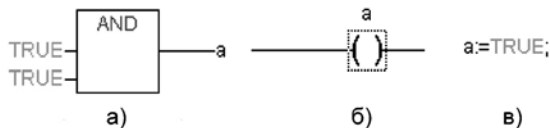

Рис. 5. Примеры программ на языках FBD (а), LD (б) и ST (в)
7.5. В зависимости от выбранного языка программирования откроется окно, в котором необходимо создать программу, исполняемую на контроллере. Простейшей программой на языке ST является символ «;». Такой программы достаточно для проверки связи с контроллером. Примеры программ на языках FBD, LD и ST приведены на рис. 5.
При написании любого из примеров программ, представленных на рис. 5, будет вызван ассистент ввода (рис. 6) для описания переменной **a**.